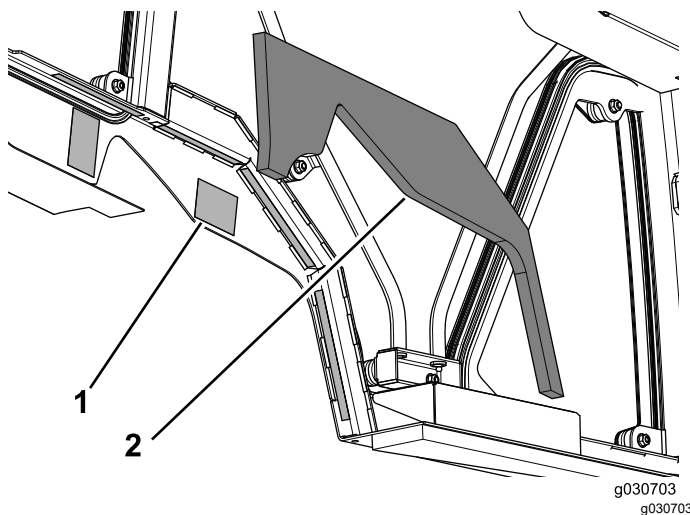

Figura 15
3. Rimuovete il supporto di carta dal nastro biadesivo su entrambi i lati della cabina (Figura 15).
4. Applicare la schiuma sintetica del serbatoio di sinistra sulla cabina (Figura 15).